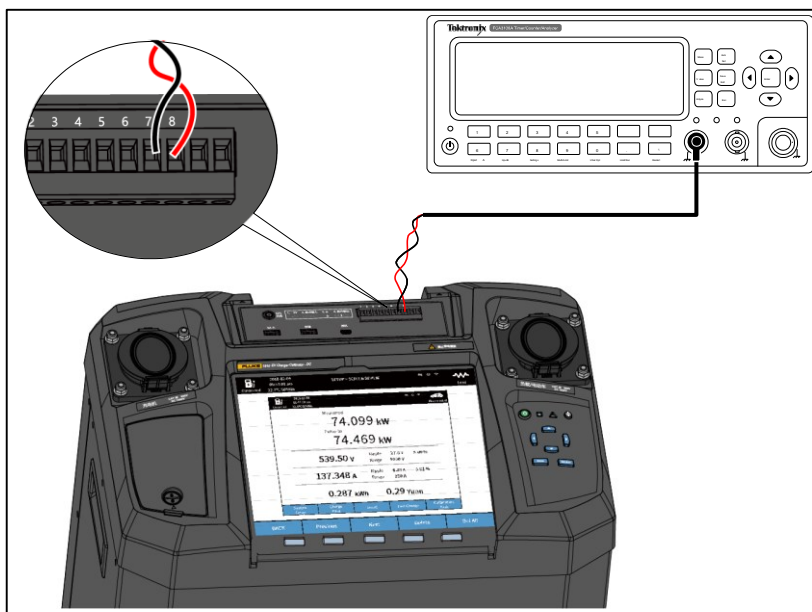

图 3. 参考时钟校准配置
1. 产品屏幕上提示“请连接频率表到时钟输出端”时，按图 3 所示将产品的时钟输出(通信面板上 10 针脚连接器的 7 和 8 引脚)连接到频率计数器(Tektronix FCA3100A)的信号输入端。